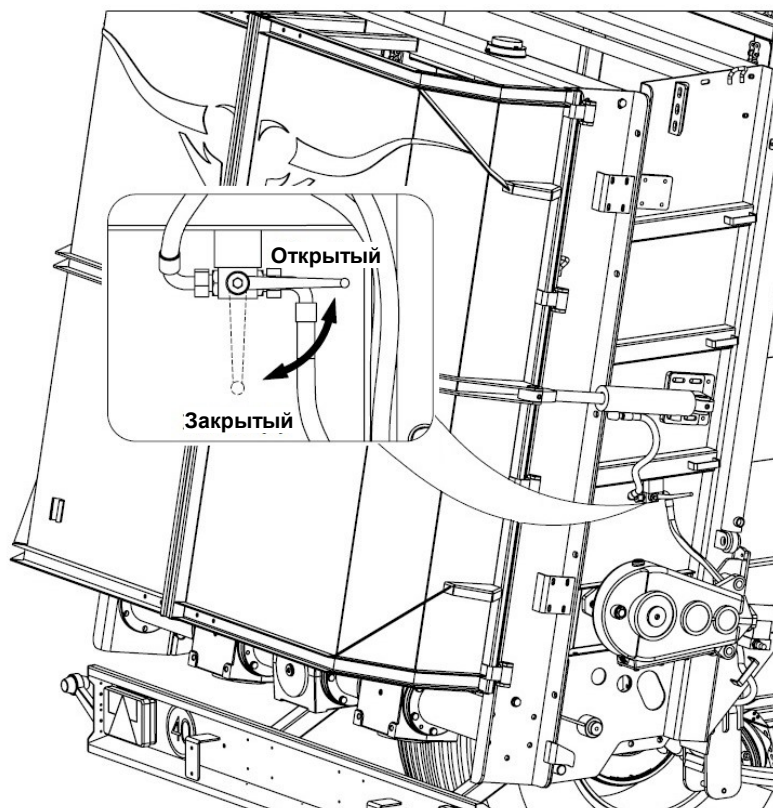

Рисунок 23-й Гидравлический клапан для блокировки крышки адаптера
– рисунок 23. Степень открытия левой крышки адаптера регулируется с места водителя с помощью рычага распределителя, после блокировки правой крышки.